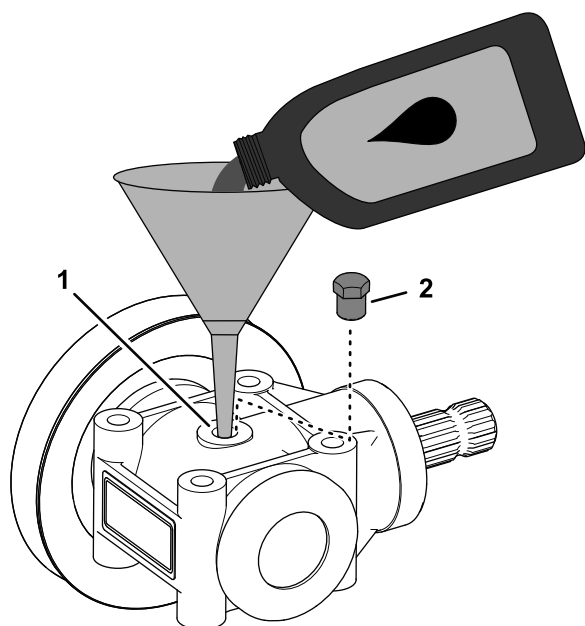

図 120
3. プラグの穴が上向きになるようにギアボックスを回転させる 図 120。
4. プラグの穴から所定のオイルを 112 ml 入れる 図 120。
5. ギアボックスのケースにプラグを取り付ける 図 120。